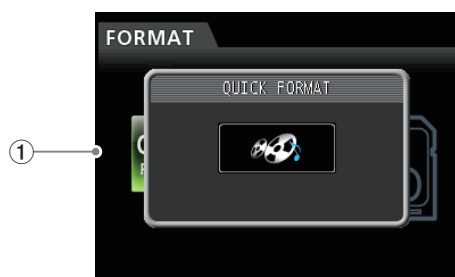

Fig 5
- During formatting, the screen shown in Fig. 5-① appears. After formatting completes, the screen shown in Fig. 5-② appears. After formatting, press the **F1** button, which corresponds to the [◀] icon at the bottom left of the screen.
- フォーマットの実行中は、画面(Fig5-①)を表示する。フォーマットの完了で、画面(Fig5-②)が表示される。完了後、画面左下の[◀]マークに対応する**F1**ボタンを押す。